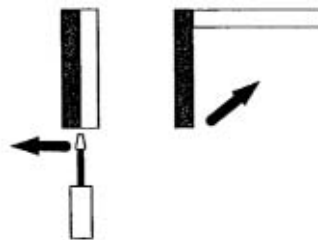

Fig. 3.2
- 2- Levantar a parte frontal com um movimento pendular, apoiando-se no lado superior do instrumento e separando a parte inferior da base (ver fig. 3.2);